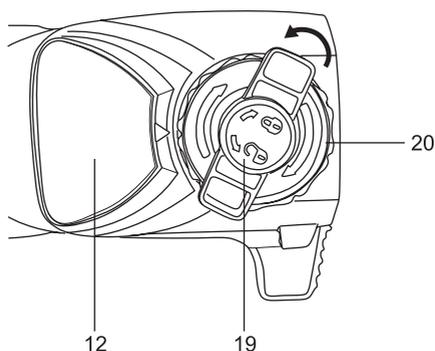

Fig. 5
1. Utilize apenas uma guia (13) e uma corrente de serra (14) em conformidade com os dados técnicos da serra vertical.
2. Coloque o produto sobre uma superfície plana adequada, com cobertura lateral (12) voltada para cima.
3. Desaperte a roda de bloqueio (19) na direção  e, em seguida, remova-a juntamente com a cobertura lateral (12). (Fig. 5)